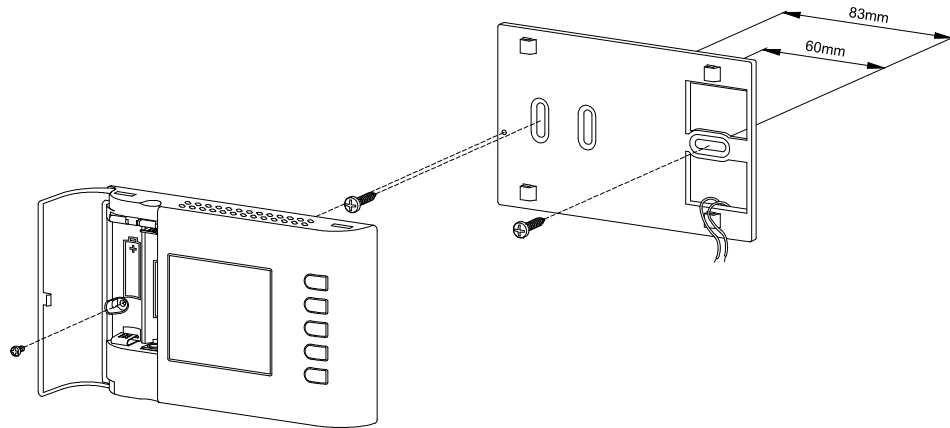
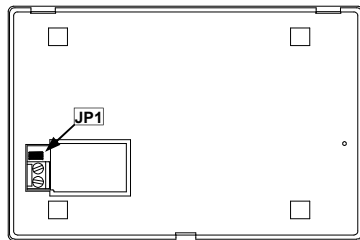
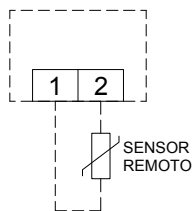

Fig. 2
Fig. 4
Fig. 5
- Realizar la conexión eléctrica de la eventual sonda remota, haciendo pasar los cables mediante la abertura rectangular de la plancha a muro (Fig. 2), siguiendo el esquema de conexión de Fig. 5 Leer el párrafo 'CONFIGURACIÓN INSTALADOR' para una eventual extracción del JP1 (Fig. 4).